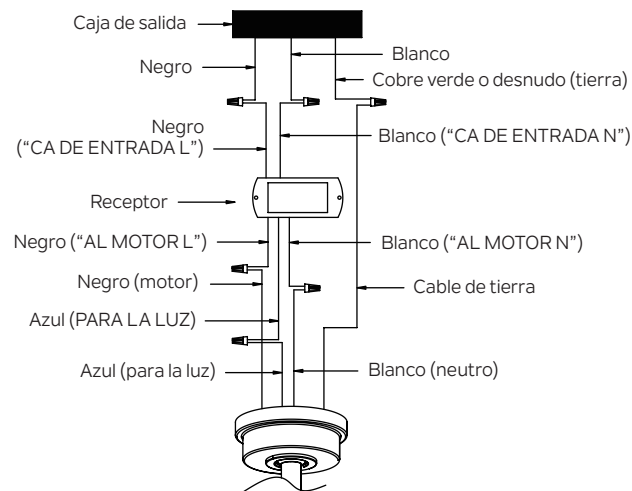

Figura 17
Paso 2. Conexiones eléctricas del motor al receptor: Conecte el cable NEGRO del ventilador al cable NEGRO marcado “AL MOTOR L” del receptor. Conecte el cable BLANCO del ventilador al cable BLANCO marcado “AL MOTOR N” del receptor. Conecte el cable AZUL del ventilador al cable AZUL marcado “PARA LA LUZ” del receptor. Fije todas las conexiones de cables con los conectores de cable de plástico provistos. (Figura 17)
Paso 3. Conexiones eléctricas del receptor remoto a la caja de salida: Conecte el cable NEGRO (vivo) del techo al cable NEGRO marcado “CA DE ENTRADA L” del receptor. Conecte el cable BLANCO (neutro) del techo al cable BLANCO marcado “CA DE ENTRADA N” del receptor. Fije todas las conexiones de cables con los conectores de cable de plástico provistos. (Figura 17)
Paso 4. Si su caja de salida tiene un cable de tierra (de cobre verde o desnudo) conéctelo a los cables de tierra del ventilador. De lo contrario, conecte el cable de tierra del ventilador al soporte de montaje. Fije la conexión del cable con una tuerca de plástico proporcionada. Después de conectar los cables, sepárelos de modo que los cables verde y blanco estén en un lado de la caja de salida y los cables negro y azul en el otro lado. (Figura 17)